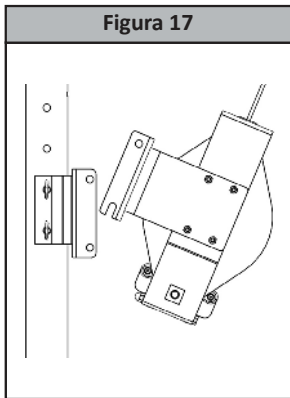

Figura 17
2. Coloque la muesca en el soporte de la cuerda de salvamento autorretráctil-R sobre la barra inferior del Soporte del Receptor del Equipo Universal FallTech como se muestra en la Figura 17.
3. Gire el soporte de la cuerda de salvamento autorretráctil-R para alinear los orificios superiores como se muestra en la Figura 17.